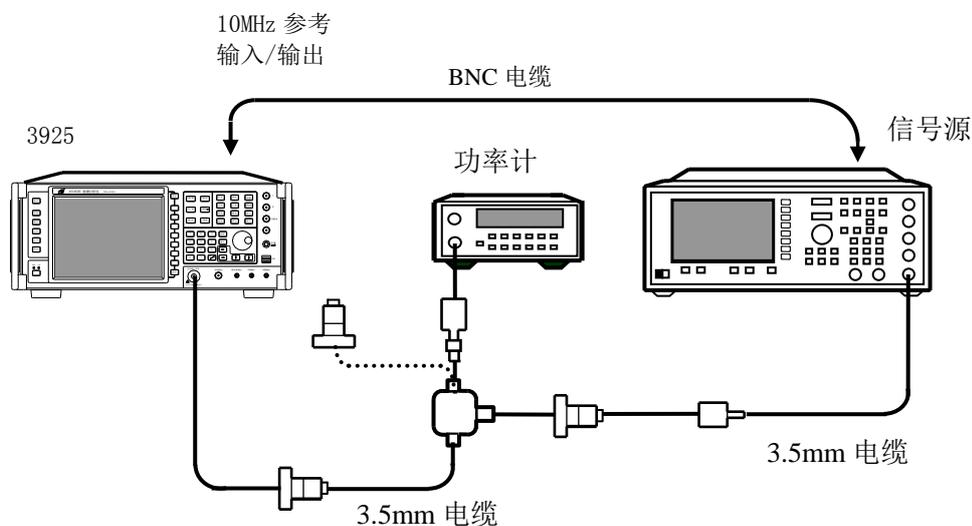

图 5-7 频率响应测试，频率小于 300MHz
- 14) 按图 5-7 连接测试设备，把功率探头连接在功分器上。